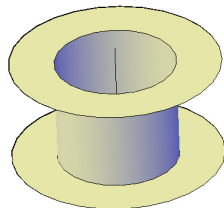

图 7-36 旋转对象不同的效果
(1) 在“选择要旋转的对象”命令行中,用于旋转的二维对象可以是圆、圆弧、直线、多段线等特征。如果旋转对象是面域或封闭的多段线、圆等封闭对象曲线,那么旋转形成的三维对象为实体;如果旋转对象是圆弧、直线、非封闭的多线段时,旋转形成的三维对象就为曲面,如图 7-36 所示。